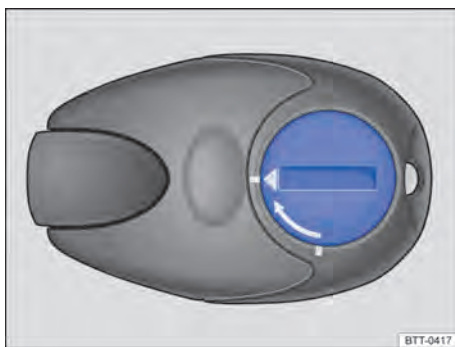

Fig. 170 Aquecimento estacionário: cobertura da bateria do controle remoto.
- Com um objeto plano e sem pontas, por exemplo, uma moeda, gire a ranhura no sentido contrário ao sentido da seta até a marcação para abrir a cobertura ⇒ Fig. 170.